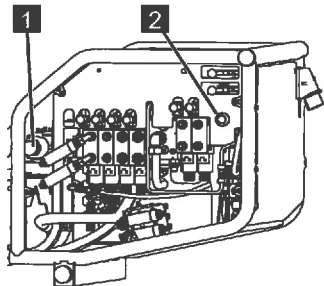

Abb. 171
3. Das Ventil [Bühne] (Abb.171/1) eindrücken und im Uhrzeigersinn verriegeln.
4. Den Taster [Notbedienung] (Abb.171/2) drücken und halten.